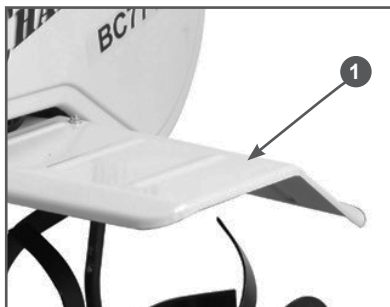

Рис. 6 Установка защитных крыльев
- Установите на мотокультиватор защитные крылья 1 и закрепите их с помощью болтов и гаек (Рис. 6).